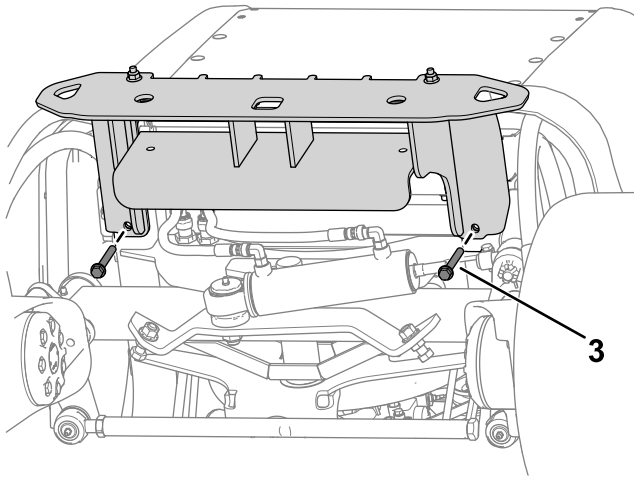

Figura 14
2. Sujete provisionalmente el área superior del parachoques en el bastidor de la máquina usando 4 pernos ($\frac{3}{8}$ " x $3\frac{1}{4}$ ") y 4 tuercas ($\frac{3}{8}$ "), tal y como se muestra en la Figura 14.
3. Sujete provisionalmente el parachoques bajo el bastidor de la máquina usando 2 pernos ($\frac{3}{8}$ " x $2\text{-}3\frac{1}{4}$ ") y 2 tuercas ($\frac{3}{8}$ "), tal y como se muestra en la Figura 14.